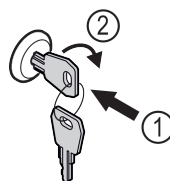

Fig. 126 Beispielhafte Darstellung
- Schlüssel hineindrücken Fig. 126 (1).
- Schlüssel um 90° im Uhrzeigersinn drehen Fig. 126 (2).